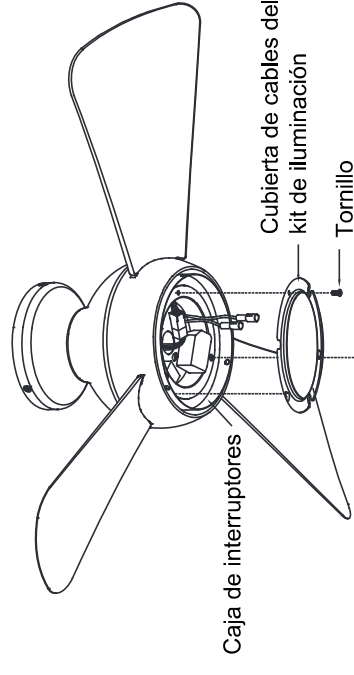

Fig. 15a
Paso 5. Si se instala el kit de iluminación, pase al paso 7. Ensamble la cubierta de cables del kit de iluminación con la caja de interruptores utilizando las dos muescas de bocallaves. Vuelva a colocar el tornillo retirado y ajuste los tres tornillos (**Fig. 15a**).